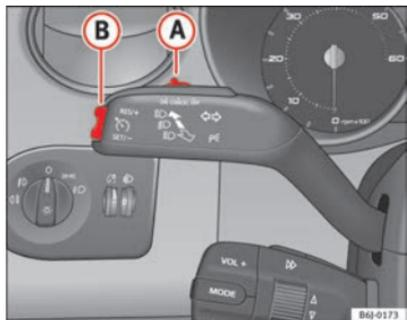

Fig. 114 Levier des clignotants et des feux de route : commande et touche basculante pour régulateur de vitesse
- Lorsque la vitesse à mémoriser est atteinte, appuyez une fois brièvement sur la partie inférieure de la commande à bascule **SET** ⇒ fig. 114 **B**.